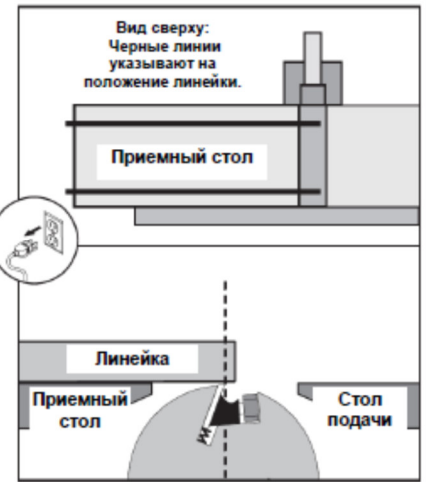

Рис. 35 Проверка высоты ножа линейкой
- Положив линейку на приемный стол, проверьте высоту каждого ножа в положениях, показанных на Рис. 35.
Метод линейки: Высококачественная линейка удерживается ровно на приемном столе, а высота ножей устанавливается по нижней части линейки, как показано на Рис. 35.